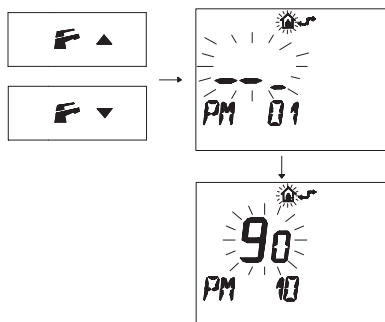

Fig. 5.69
- Premere i pulsanti **PM** o **10** per visualizzare la programmazione "PM10" selezione della frequenza di accensione (Fig. 5.69).
Nella Fig. 5.69 si visualizza un SET programmato di **90** corrispondente ad un tempo di riaccensione di 3 minuti circa. Il campo di regolazioni è da 0 a 8 minuti e mezzo. Ogni passo incrementato o decrementato corrisponde a 2 secondi.